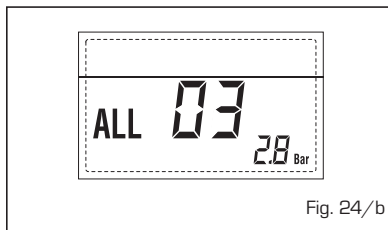

Fig. 24/b
**- ANOMALÍA Sonda SANITARIO "AL 04"** (fig. 24/c)